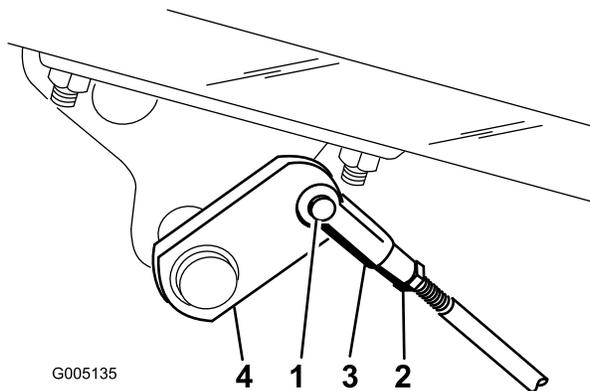

図 56
2. ブレーキが片効きであれば、コッターピンとクレビスピンを外して、ブレーキロッドを外す 図 56。
3. ジャムナットをゆるめ、クレビスを調整する 図 56。
4. クレビスをシャフトに取り付ける 図 56。